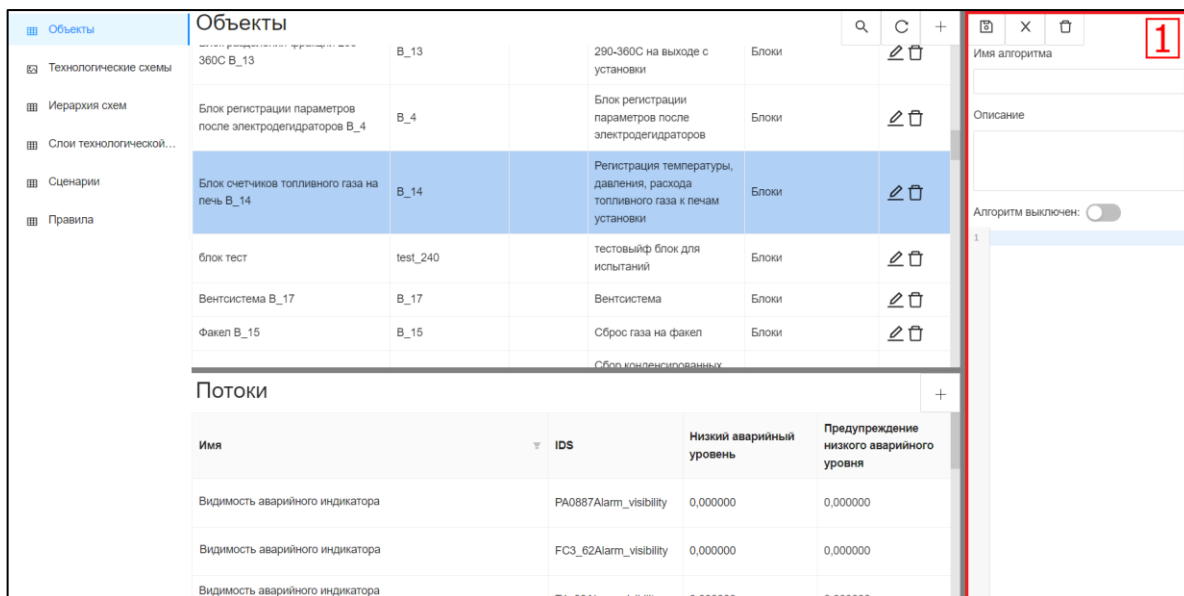

Рисунок 20. Окно создания/редактирования алгоритма для объекта
- в области «Объекты» выбрать необходимый объект (Рисунок 20).
- в области «Объекты» выбрать необходимый объект (Рисунок 20). В области «Алгоритм» отразится алгоритм, связанный с данным объектом.